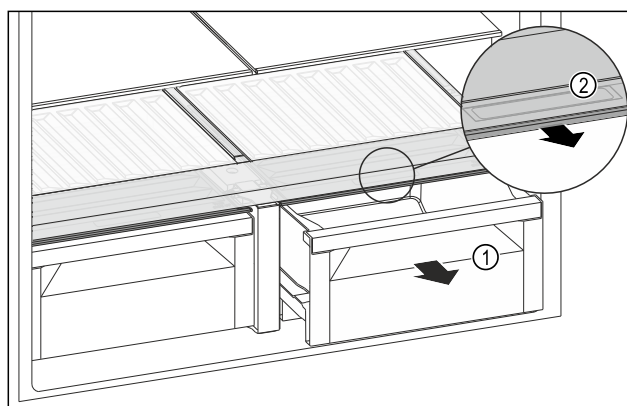

Fig. 131
- Schuifvak Fig. 131 (1) uittrekken.
- Greeplijst Fig. 131 (2) op het vakdeksel vastpakken en het vakdeksel gelijktijdig naar voren trekken.